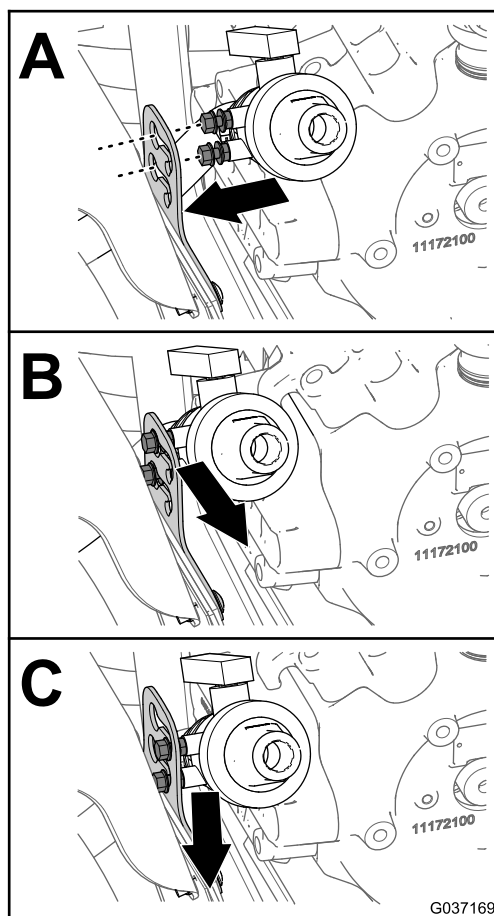

Figura 13
6. Allineare i dadi di bloccaggio della valvola di spurgo ai fori degli intagli a U nella staffa della valvola di spurgo (A di Figura 13).
7. Spostate verso l'esterno e verso il basso la valvola di spurgo per fissare la valvola alla staffa (B e C di Figura 13).